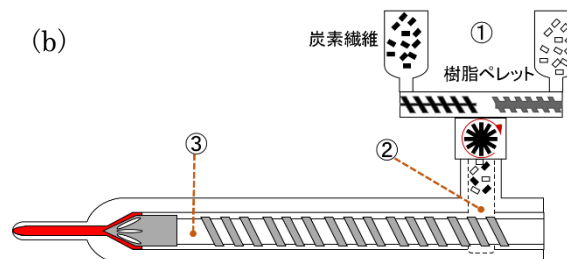

図1 産業技術センターに設置したオンラインブレンド射出成形機：(a) 外観、(b) 構成図
比較的小型の成形機でオンラインブレンドを実現するため、炭素繊維はチョップド炭素繊維を使用しました。図1にオンラインブレンド射出成形機の外観と構成図を示します。炭素繊維と樹脂ペレットは別々のホッパーから、成形機の計量・可塑化動作に連動して、重量と供給速度を制御し成形機に導入されます。この供給装置の直下には、炭素繊維とペレットを均一に混合するための機構を備えました (図中①)。ホッパー根元のハウジング形状は、導入された炭素繊維が小型機の細いスクリュ上で滞留することなく、安定して食い込む形状としました (同②)。スクリュは炭素繊維の分散向上と折損低減を最適化するため、低圧縮比のスクリュとし、特殊なスクリュヘッドを採用しました (同③)。オンラインブレンド射出成形機は、炭素繊維を直接射出成形機に導入するため、コンパウンド調製が必要なく、コストを削減することが可能です。